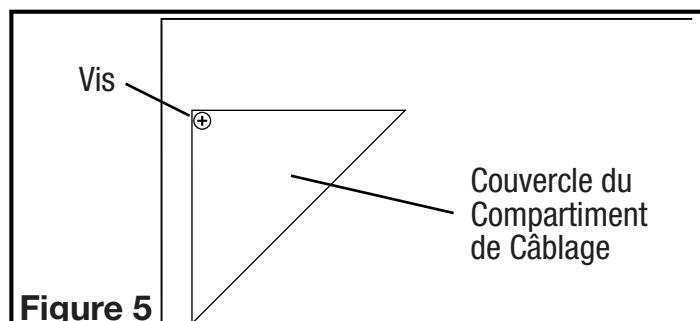

Figure 5
- Compartiment de Câblage Extérieur :** enlever la vis du couvercle du compartiment à câblage et mettre ce couvercle dans un endroit fiable (Figure 5).